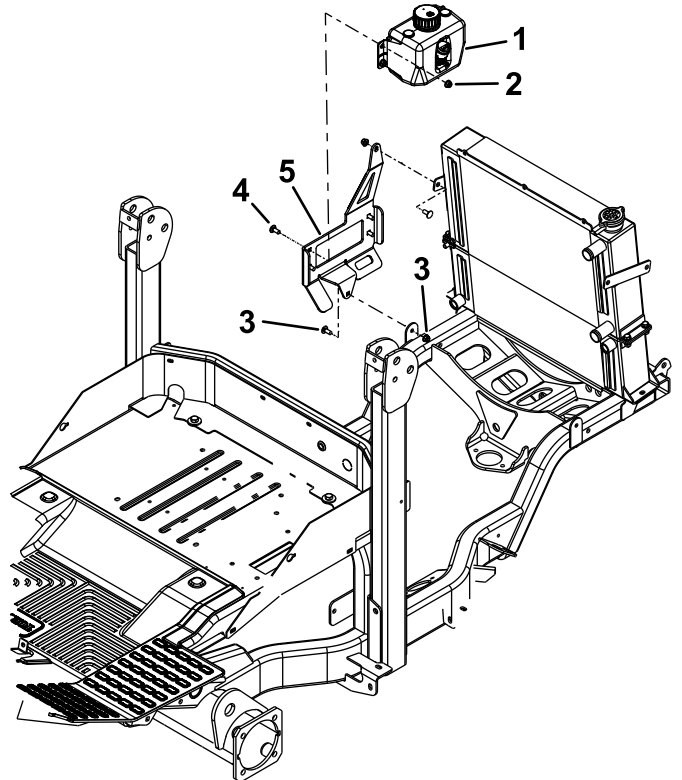

Figura 26
1. Instale el depósito en el soporte con 4 pernos de cuello cuadrado (5/16" x 3/4") y 4 tuercas (5/16"); consulte Figura 26.